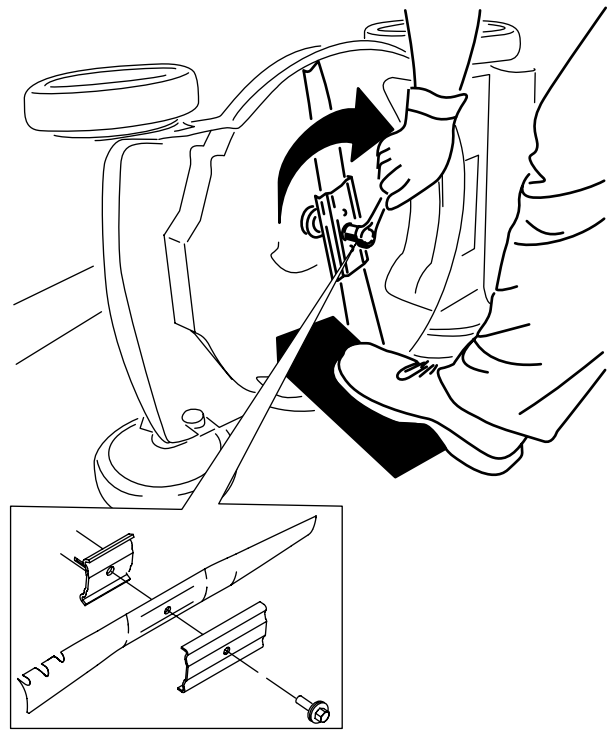

Figura 27
5. Instale lâmina nova e todo o equipamento de montagem (Figura 27).